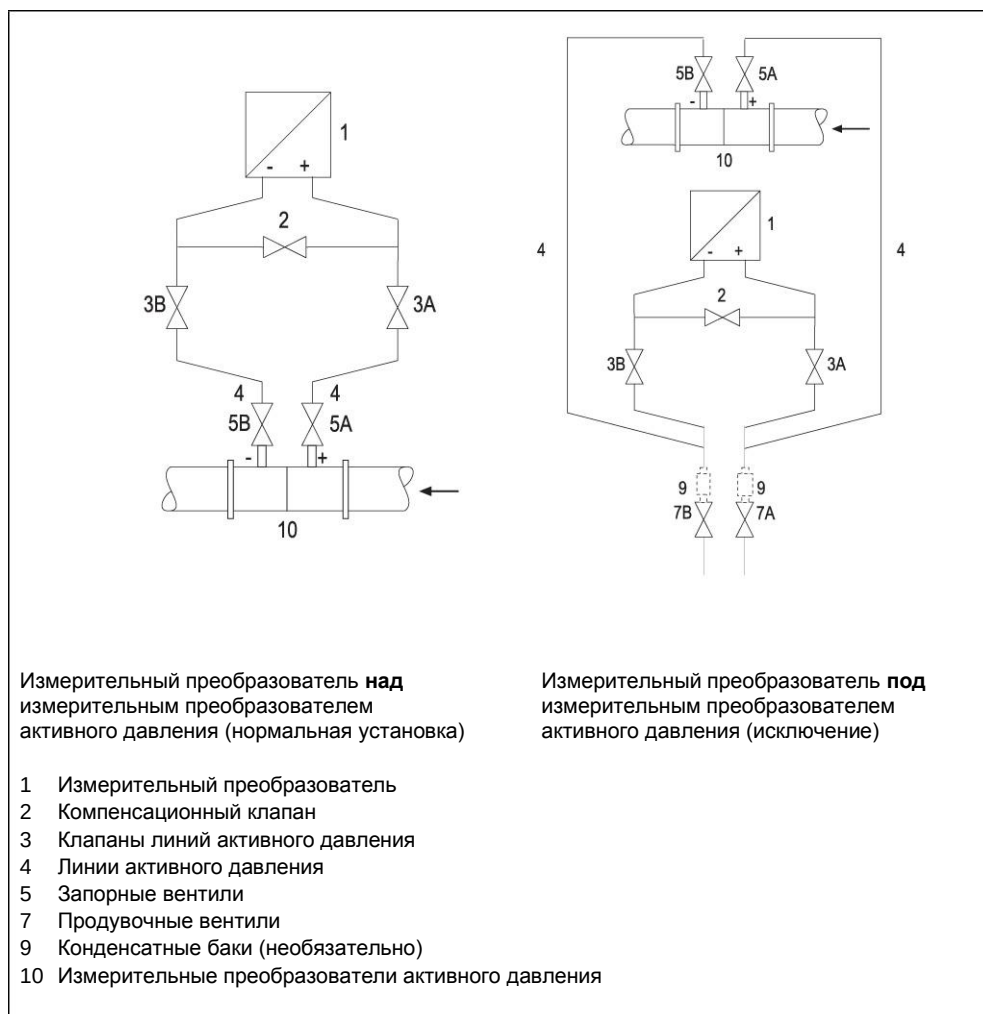

Рис. 34. Измерение газов
1. Откройте оба запорных вентиля (см. 5 на рис. 34, стр. 142) в точках забора давления.
2. Откройте компенсационный клапан (2).
5. Закройте компенсационный клапан (2).